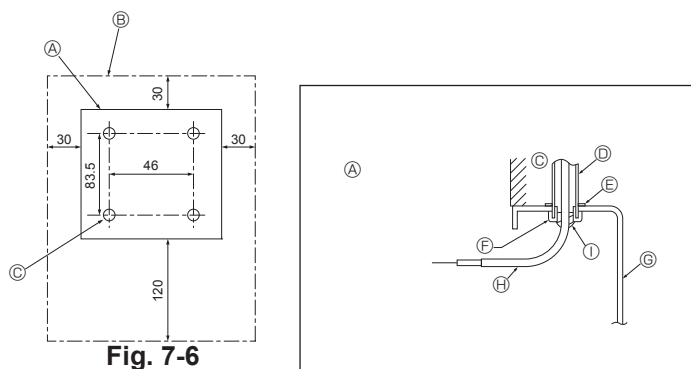

Fig. 7-6
- 1 Выберите место установки пульта дистанционного управления. (Fig. 7-6)